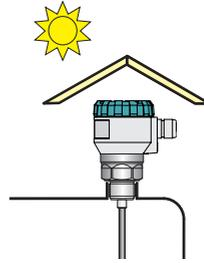

Abb. 10: Wetterschutz gegen direkte Sonneneinstrahlung
- Das Produkt darf nicht an Stellen mit direkter Sonneneinstrahlung installiert werden und ist vor Wittereinflüssen zu schützen. Verwenden Sie bei Installationen im Freien einen geeigneten Wetterschutz (Abb. 10).